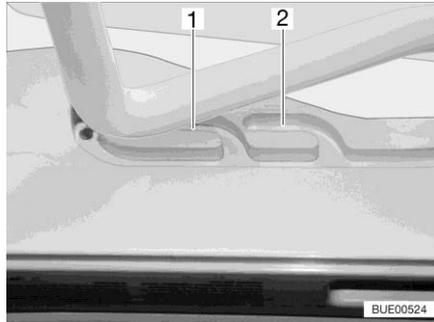
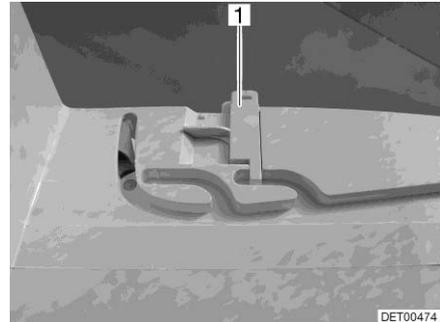

Fig. 110 Guía (posición de ventilación)
Fig. 111 Bloqueo (posición de ventilación)
La claraboya Heki se puede colocar en dos posiciones de ventilación: Posición de mal tiempo (Fig. 110,1) y posición mediana (Fig. 110,2). Según el modelo, la claraboya podrá ser bloqueada en la posición central con los dos pestillos (Fig. 111,1) a la izquierda y la derecha en el marco de la claraboya.
- Presionar el estribo ligeramente hacia arriba y empujarlo en la guía seleccionada (Fig. 110,1 ó 2) y, si fuera necesario, bloquearlo.